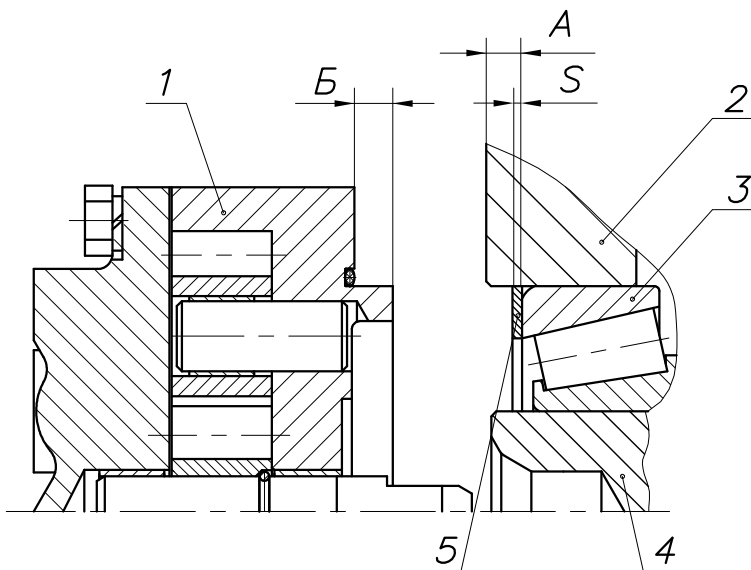

Рис. 27:
5.1. Установить в расточку картера коробки передач наружное кольцо переднего подшипника промежуточного вала, после чего измерить абсолютную величину размера А (между торцами картера и наружным кольцом подшипника) рис. 27. При этом, наружное кольцо заднего подшипника промежуточного вала должно быть плотно (под усилием собственного веса вала) прижато к торцу проставки демультипликатора, а наружное кольцо переднего подшипника - к роликам. Перед замером промежуточный вал повернуть не менее пяти оборотов.